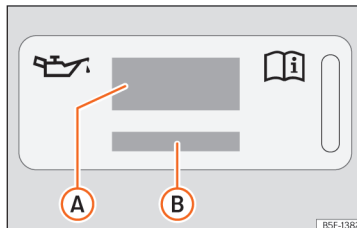

Abb. 226 Im Motorraum: Aufkleber mit Motoröl-Spezifikationen
Legende zur >>> **[Abb. 226]**:
Wenn Motoröl nachgefüllt werden muss, verwenden Sie eines der auf dem Aufkleber angegebenen Motoröle >>> **[Abb. 226]**. Der Aufkleber mit der vorgeschriebenen Motoröl-Norm befindet sich im vorderen Bereich des Motor-
- Wenn der Aufkleber mit den Motoröl-Spezifikationen »» (Abb. 226) fehlt, wenden Sie sich an einen Fachbetrieb.